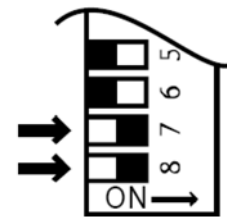

Fig. 5
12. Forzate l'*Infinity* a regime "Massimo" di combustione spostando su "ON" i microinterruttori N.7 e N.8 (Fig.5) del banco di microinterruttori. Assicuratevi che tutti i rubinetti siano aperti a massima portata.